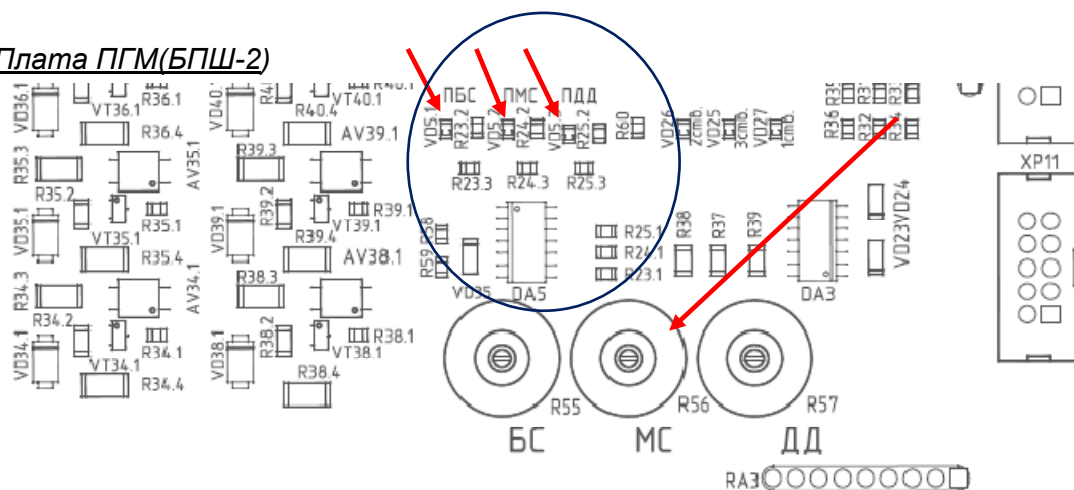

рис.4
Настройку порога чувствительности для контроля перегрузки по току на малой скорости следует выполнить согласно методики с помощью потенциометра R56, схема ХК327.33.10 ЭЗ, лист 2) см. рис.4
Во время пуска главного привода фиксируется кратковременная перегрузка по току, которая выражается в засвечивании одного или нескольких светодиодных индикаторов ПБС(Перегрузка на большой скорости), ПМС(Перегрузка на малой скорости), ПДД(Перегрузка двигателя дверей)(см. рис.4). Данный факт является нормой, если после разгона как минимум прекращается свечение диода ПМС(при движении на малой скорости)
3. Проверить схему контроля перегрузки по току (ХК327.33.10 ЭЗ, лист 2) см. рис. 4